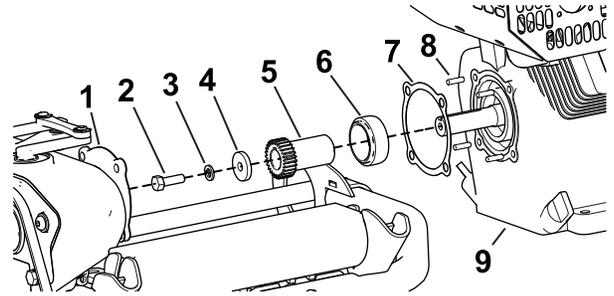

Bild 2
9. Entfernen Sie alle Befestigungsschrauben der Motorabtriebswelle und heben Sie sie auf (Bild 2).